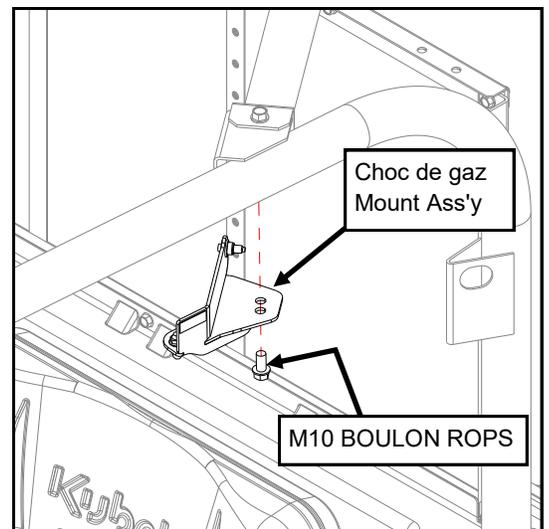

Fig. 12
12. Enlever le boulon ROPS inférieur (M10) de l'extrémité gauche de ROPS membre de la croix arrière supérieure. Économisez pour la réutilisation. (voir fig. 12)